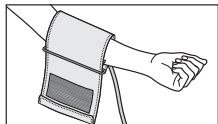

Рис. 5
2. Наденьте манжету на левую руку, при этом трубка должна быть направлена в сторону ладони (рис.5). Если измерение на левой руке затруднено, то измерять можно на правой руке. В этом случае необходимо помнить, что показания могут отличаться на 5-10 мм рт. ст., а в некоторых случаях и более.